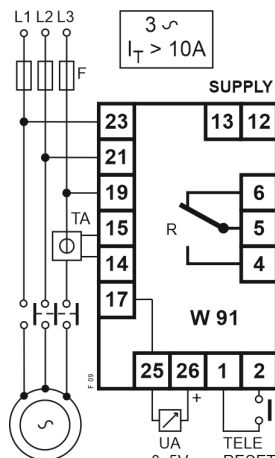

Fig. 9
Seguire lo schema di fig. 9
b) Se  $I_T$  è maggiore di 10A si deve usare un riduttore di corrente esterno (TA) .../5 oppure .../1 (schema di fig. 9 e 11).
Follow diagram of fig. 9
b) If  $I_p$  is higher than 10A it is requested an external current transformer (CT) .../5A or .../1A (fig. 9 and 11).
The connection is made according to fig.9. The table A shows that the suitable
Il collegamento si esegue secondo fig.9. Dalla tabella A si ricava che il fondo scala di corrente più vicino, immediatamente superiore al valore di It, è 25A. In questo caso il fondo scala può essere realizzato con un TA esterno.
(Rif. Fig. 9)
#### CONNECTION WITH CT (Ref. Fig. 9)